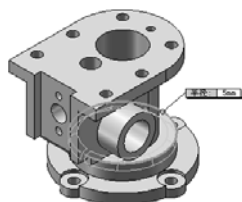
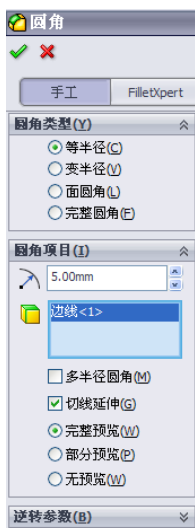

图 7-124 选择倒圆角边
图 7-125 设置倒圆角参数
(2) 倒圆角。单击“特征”工具栏中的 (圆角) 按钮, 或选择菜单栏中的“插入”→“特征”→“圆角”命令, 弹出“圆角”属性管理器; 在绘图区选择如图 7-124 所示的边线, 在 (半径) 文本框中设置圆角半径为“5”, 其他选项设置如图 7-125 所示, 单击 (确定) 按钮, 完成底座部分圆角的创建。